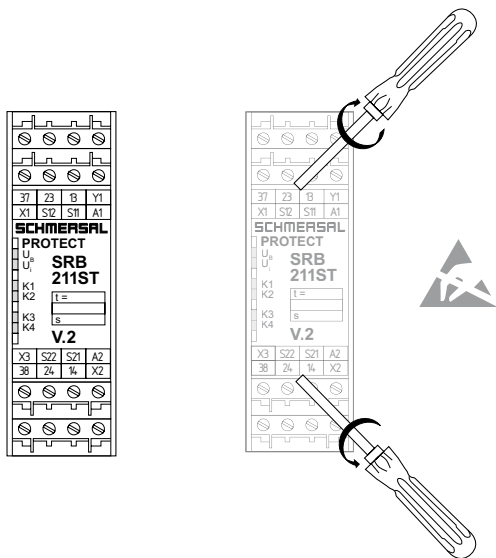

Fig. 2 Ajuste do tempo (ver Fig. 4 e 5)
5.2 Descrição dos terminais (ver Fig. 2)